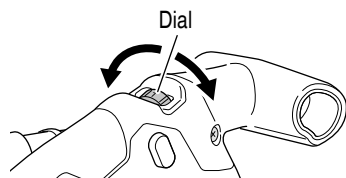

Fig. 12
- Ajuste el modo usando el dial según la aplicación del trabajo (Fig. 12)